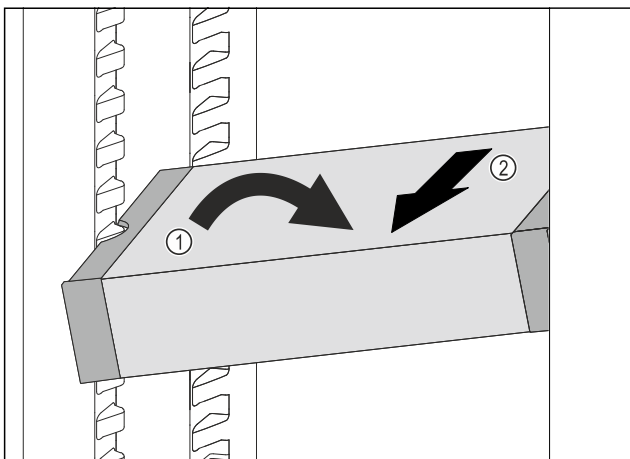

Fig. 88
- Aseta VarioSafe-vetolaatikko vinossa jääkaappiosassa. Fig. 88 (1)
- Poista VarioSafe-vetolaatikko etukautta. Fig. 88 (2)